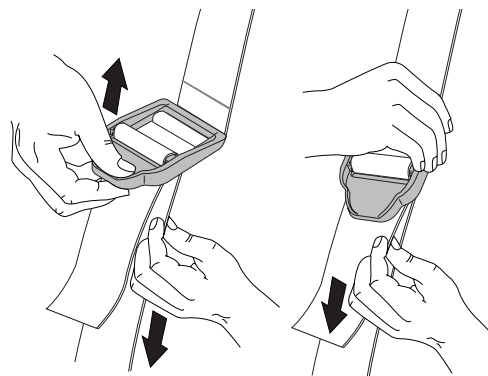

Fig. 9
- Para alongar a alça, puxe a correia para baixo enquanto levanta a extremidade da fivela (Fig. 9).
- Para encurtar a alça, faça passar maior comprimento de correia na fivela enquanto segura a fivela. (Fig. 9).